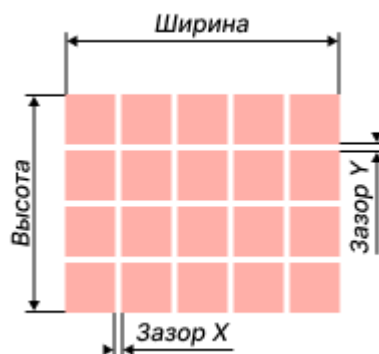

Рис. 185 Параметры апертуры
- **Ширина** – общая ширина всей апертуры, включая зазоры между элементами матрицы. Значение может быть задано в диапазоне 0,01 – 100 мм с шагом 0,1 мм, см. Рис. 185.